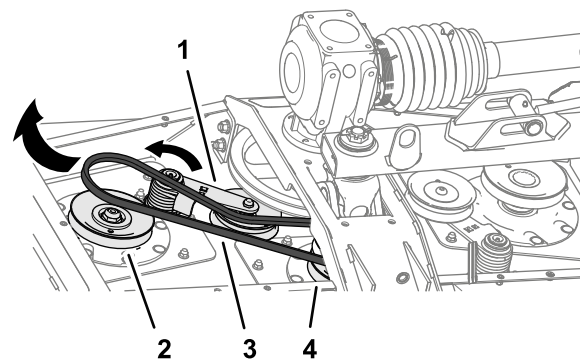

Figure 60
- Au moyen d'une barre de levier ou d'un outil du même genre, faites tourner le tendeur de la petite courroie dans le sens anti-horaire et déchaussez la courroie de la poulie de tendeur (Figure 60).